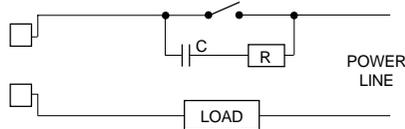

Fig. 6 CONTACT EXTERIEUR MONTE EN SERIE SUR LE CONTACT DE SORTIE DE L'INSTRUMENT
En de tels cas, nous recommandons de raccorder un filtre RC en parallèle avec le contact extérieur suivant les indications de la fig. 6. Les valeurs de la capacité (C) et de la résistance (R) sont indiquées au tableau suivant.